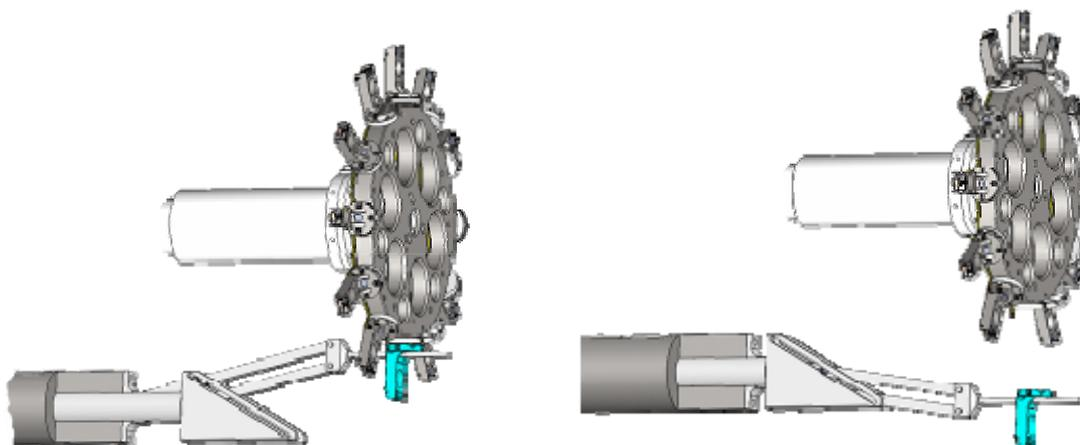

Рис. 2-21. Схема захвата сменных зондовых головок
- Карусель поворачивается так, чтобы выбранная зондовая головка оказалась в нижней точке, напротив кронштейна. Манипулятор замены зондовых головок перемещает кронштейн таким образом, чтобы кронштейн попал в отверстие на зондовой головке (Рис. 2-21).